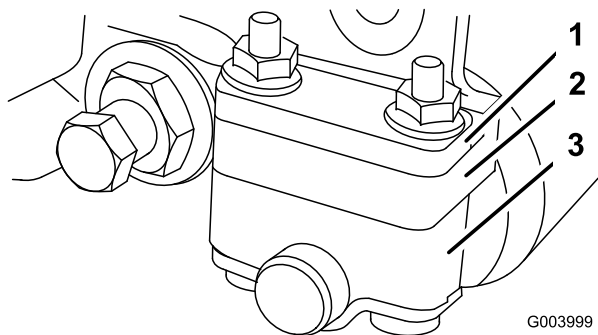
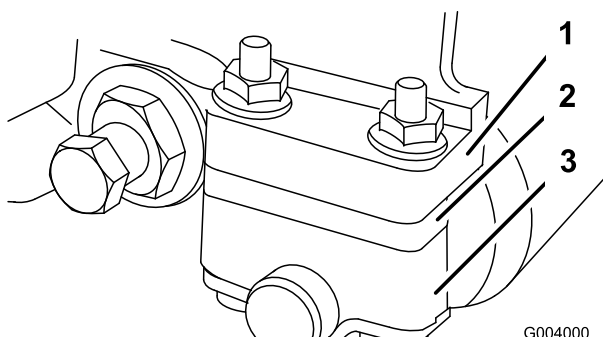

Figura 48
Figura 49
1. Regolate le staffe del rullo posteriore nella posizione superiore o inferiore, secondo il range di altezze di taglio preferito (Figura 48 e Figura 49).
- Con un range di altezze di taglio da 3 mm a 25 mm collocate il distanziale sotto la flangia di montaggio della piastra laterale (Figura 49).